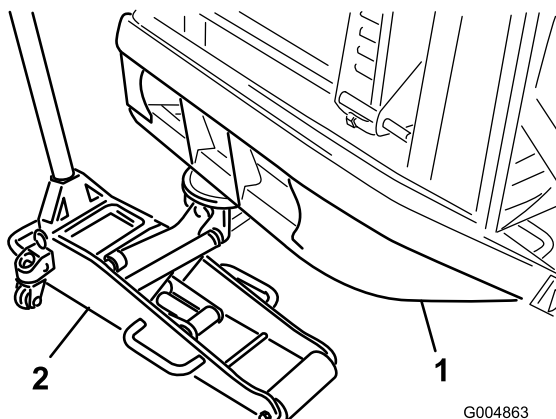

Figure 30
1. Placez un cric d'atelier adéquat sous le tube de pare-chocs arrière, soulevez l'arrière de la machine et soutenez-la avec des chandelles (Figure 30).